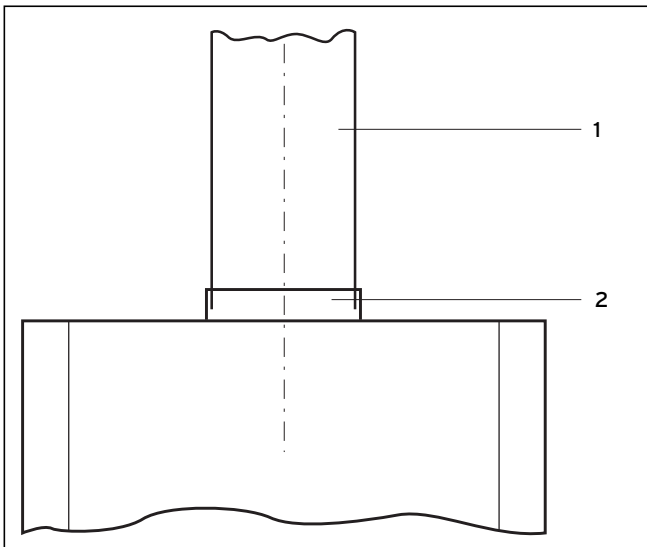

Fig. 5.1 Conexión de evacuación de gases
- Coloque el conducto de salida de gases (1) en la conexión del conducto de salida de gases (2) en el cortatiro, véase fig. 5.1 Conexión de evacuación de gases.